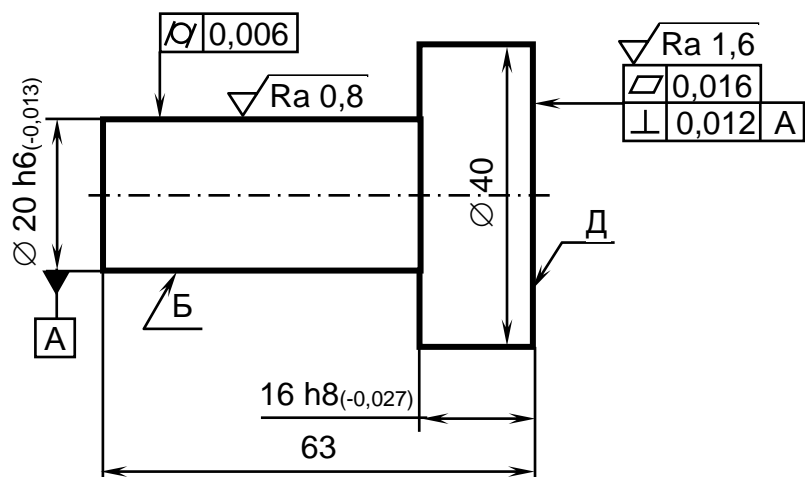

Рис. 1. Эскиз детали 1
Задание. Оцените правильность взаимной увязки допусков формы (TF), ориентации (TP), шероховатости поверхностей (Ra) и допусков на размеры (IT), проставленные на эскизе детали (рис.1). Уровень относительной геометрической точности – нормальный.